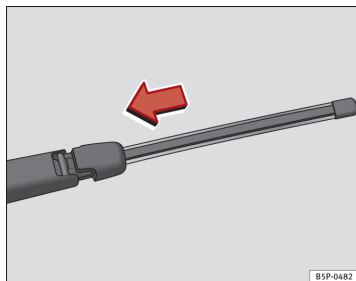

Fig. 150 Sådan sættes det bageste viskerblad på.
- Hold viskerbladet fast som vist på ⇒ Fig. 150, og forskyd adapteren, indtil den går i hak.